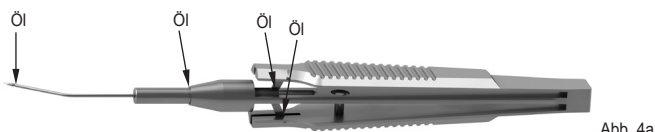

Abb. 4a
- Bringen Sie das Instrumentenöl punktuell auf die zu öhlende Fläche auf (Abb. 4a und 4b).